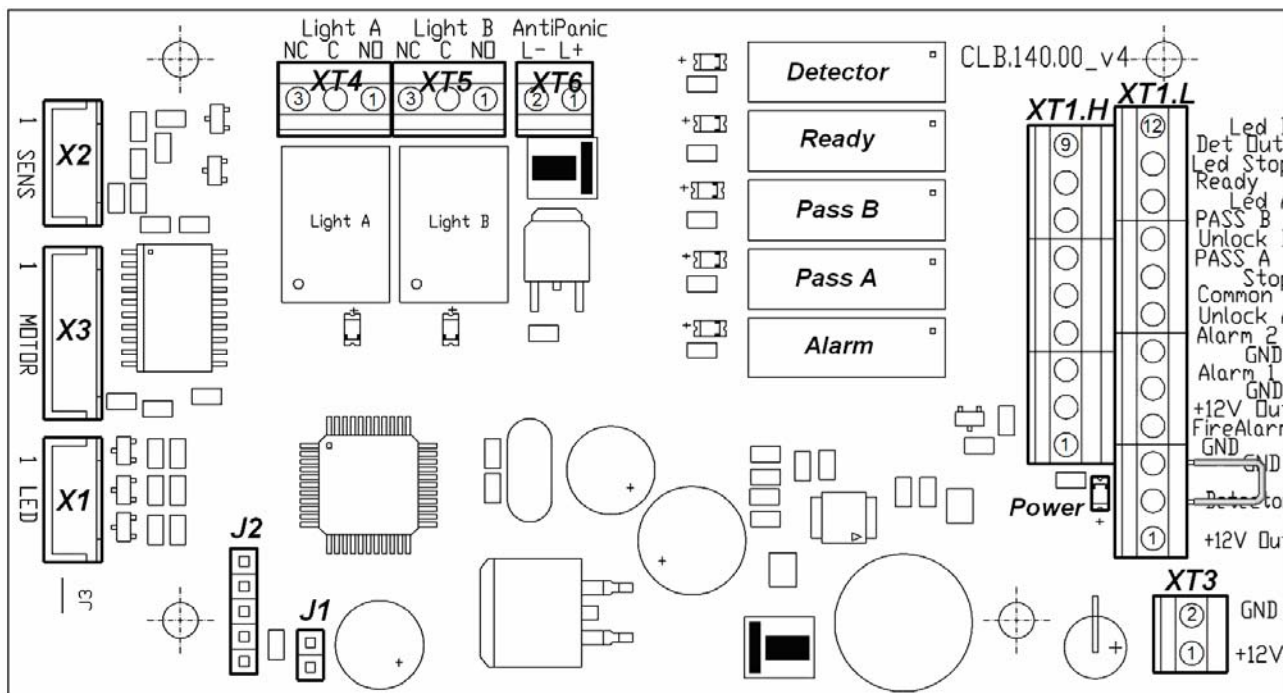

Рисунок 4. Внешний вид платы управления
Общий вид платы управления показан на рис. 4. На плате расположены:
Подключение указанных устройств производится в соответствии со схемой электрических соединений (см. рис. 4 и 12) к выносной клеммной колодке **XS1**, на которую выведены контакты с клеммных колодок **XT1.L** и **XT1.H** платы управления. Подключение осуществляется с помощью кабеля (14).
Факт срабатывания/отпускания реле *PASS A*, *PASS B*, *Ready*, *Detector* и *Alarm* можно определить по загоранию/ гашению красных индикаторов, которые установлены вблизи указанных реле (см. рис. 4).
Режим управления определяется наличием перемычки на разъеме **J1** на плате управления. Расположение разъема показано на рис. 4. Перемычка установлена – импульсный режим управления, перемычка снята – потенциальный режим управления. При поставке перемычка установлена.
Подключение ДКЗП производится к контактам, клеммной колодке **ХТ1.L**, а сирены – к клеммной колодке **ХТ1.H** платы управления согласно схеме электрических соединений (см. рис. 4 и 12).
На контакты *Det Out* и *Common* клеммной колодки **ХТ1.H** платы управления (см. рис. 4) всегда транслируется сигнал о текущем состоянии ДКЗП.
Подключение устройства *Fire Alarm*, производится в соответствии со схемой электрических соединений (см. рис. 4 и 12) к контактам *Fire Alarm* и *GND* выносной клеммной колодки **XS1**, на которую выведены контакты с колодки **XT1.L** платы управления. Если вход *Fire Alarm* не используется, то необходимо установить перемычку между контактами *Fire Alarm* и *GND*. При поставке данная перемычка установлена. Работа турникета по командам устройства *Fire Alarm* описана в разд. 5.10.
Выносные индикаторы подключаются на клеммные колодки **XT4 (Light A)** и **XT5 (Light B)**. При этом реле *Light A (Light B)* активизировано (на его обмотку подано напряжение), когда горит соответствующая данному направлению прохода зеленая стрелка на блоке индикации, и нормализовано (на его обмотку напряжение не подано), когда соответствующая данному направлению прохода зеленая стрелка на блоке индикации не горит. Факт срабатывания / отпускания реле *Light A* и *Light B* можно определить по загоранию / гашению красных индикаторов, которые установлены вблизи указанных реле (см. рис. 4).